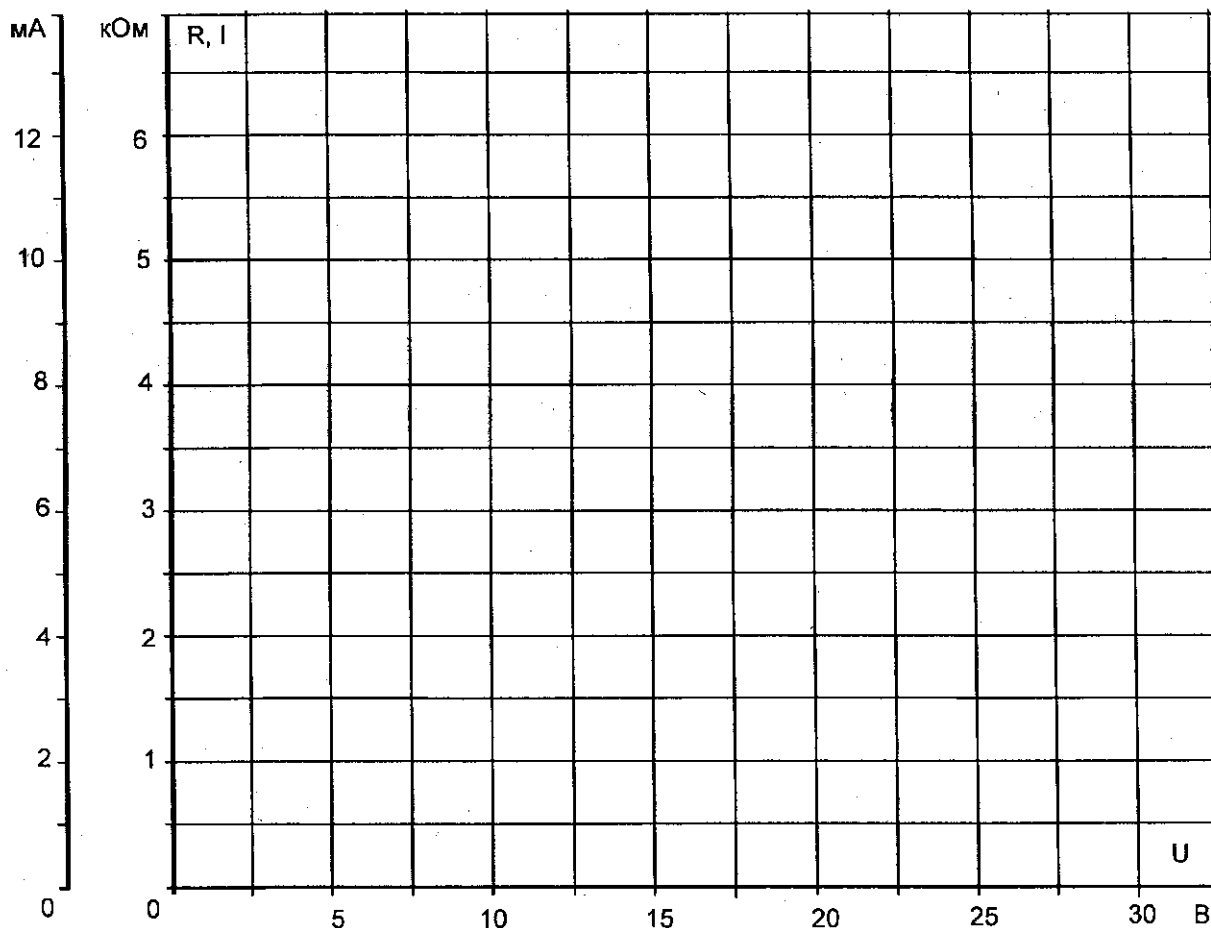

Рис.4.3.2
- Занесите результаты измерений в табл. 4.3.1 и постройте по ним кривые на рис. 4.3.2. Величины сопротивлений, необходимые для построения кривой $R = f(U)$, можно рассчитать с использованием значений тока I и напряжения U_2 .